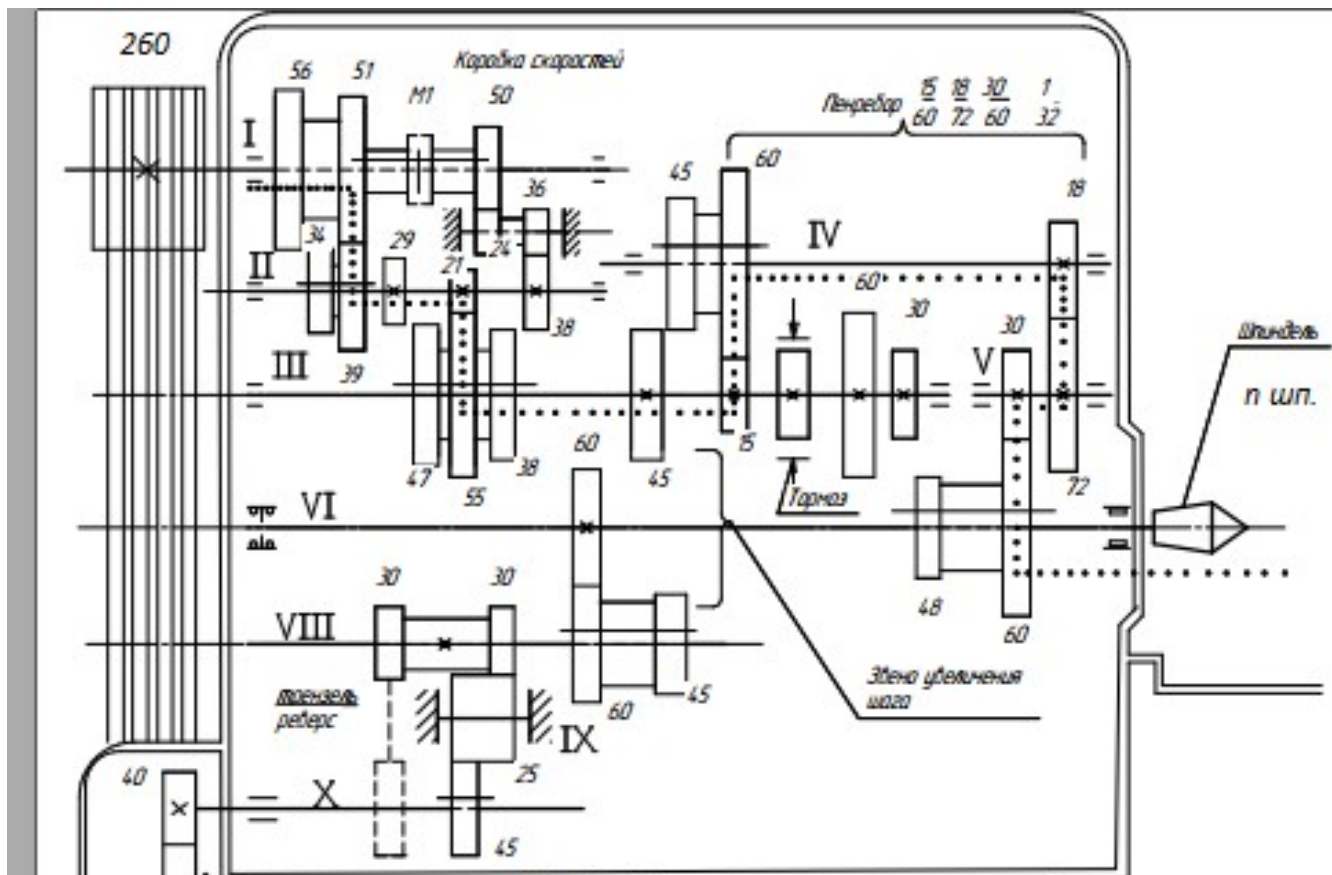

Рисунок 1 — Фрагмент кинематической схемы токарно-винторезного станка модели 16K20
3. Выберите правильно записанную кинематическую цепь главного движения токарно-винторезного станка модели 16К20 согласно прилагаемой кинематической схеме (рисунок 1).